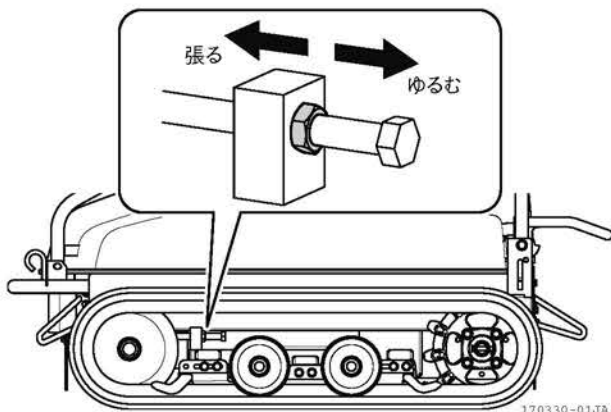

図 4-44
1. クローラテンションボルトのロックナットをゆるめます。(図 4-44)